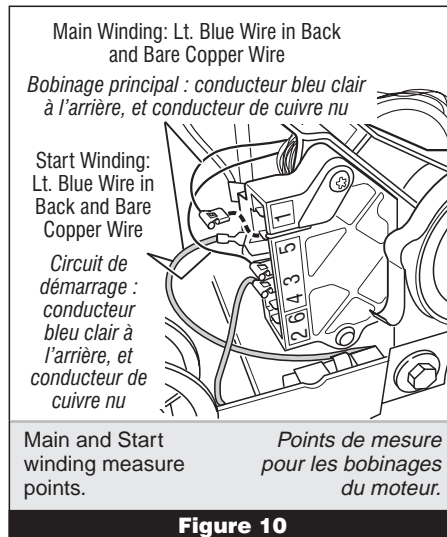

Figure 10
6. Remove the bare copper wire terminal from pin 5 of black drive motor switch. See figure 10.
7. Using figure 10, check for the resistance values of the motor's Main and Start winding coils as shown in the following table.
6. Déconnecter le conducteur de cuivre nu de la broche P1 du commutateur noir du moteur. Voir la figure 10.
7. Consulter la figure 10 – mesurer les valeurs de résistance des bobinages du moteur (bobinage principal et bobinage de démarrage). Voir le tableau suivant.